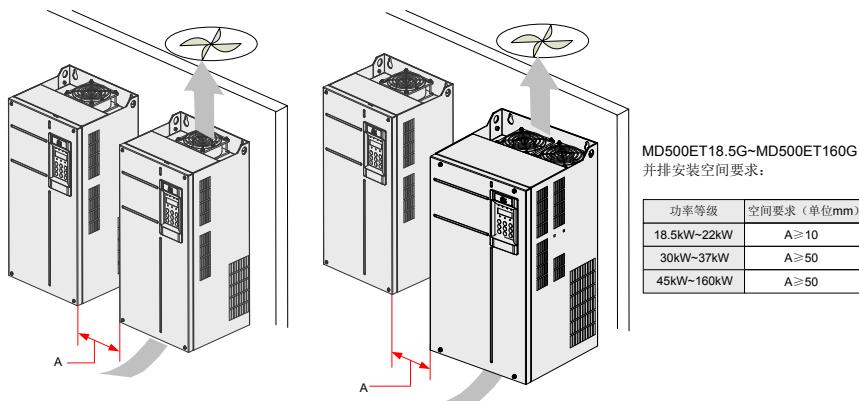

图 3-4 MD500ET18.5G(B)~MD500ET160G 机型多台机器并排安装
- 请垂直向上安装变频器，便于热量向上散发。若柜内有多台变频器时，请并排安装。在需上下安装的场合，请参考图 3-4，安装隔热导流板；